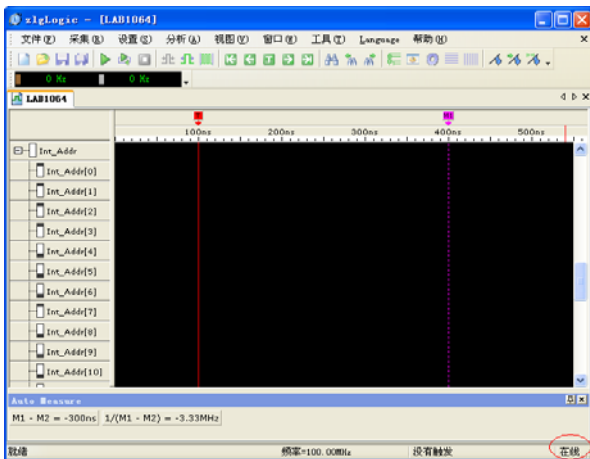

图 6.25 逻辑分析仪界面
**1** 点击【**Debug**】进入仿真状态，然后双击 zlgLogic.exe 打开逻辑分析仪软件。打开的逻辑分析仪软件如图 6.25 所示，通讯正常的状态，右下角显示“在线”，否则显示“离线”。